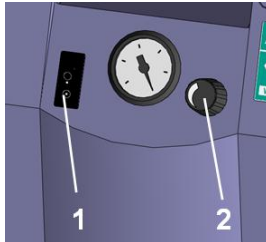

Abb. 10
3. Gerät (Abb. 10/1) einschalten.
4. Erforderliche Absaugleistung am Vakuumregler (Abb. 10/2) nachstellen.